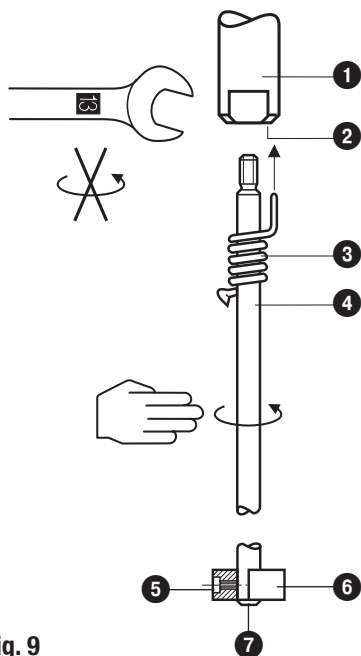

Fig. 9
1. Elektrodenverlängerung ④ in die Messelektrode ① einschrauben. **Fig. 9**
3. Maß auf der Elektrodenverlängerung ④ anreißen.
4. Elektrodenverlängerung ④ aus der Messelektrode ① herausdrehen und kürzen.
5. Nach Sichtprüfung die Verlängerung ④ in die Messelektrode ① fest einschrauben. Sicherungsfeder ③ auf der Elektrodenverlängerung ④ verschieben, bis diese in der Bohrung ② fixiert ist.
6. Messflächenvergrößerung montieren: Scheibe ⑥ so auf die Verlängerung aufschieben, dass die Verlängerung 2 mm über die Scheibenunterseite hinausragt. In dieser Position die Scheibe mit der Madenschraube ⑤ fixieren. Die beigefügte Sicherungsscheibe ⑦ von unten über die Elektrodenverlängerung gegen die Scheibe ⑥ drücken.